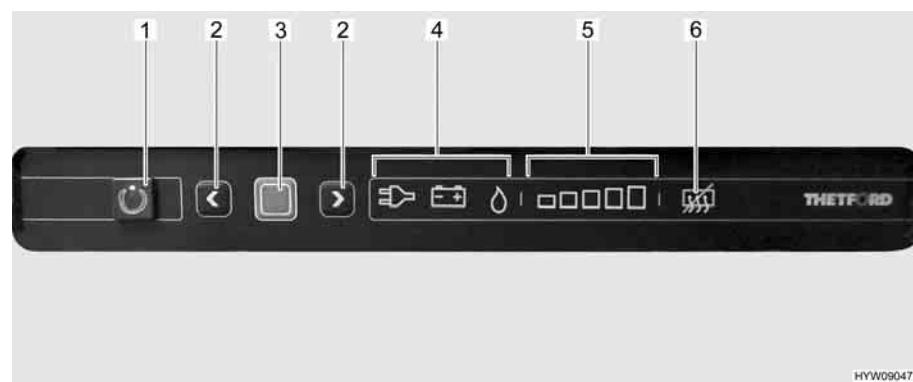

Fig. 143 Elementi di comando del frigorifero
La modalità di funzionamento attuale è indicata da un simbolo luminoso (Fig. 143,4) sulla centralina di controllo.
Dopo l'accensione il frigorifero seleziona automaticamente la regolazione del termostato selezionata per ultimo. Questa impostazione può essere modificata manualmente con i tasti freccia (Fig. 143,2). Le barre luminose dell'indicatore del livello di refrigerazione (Fig. 143,5) visualizzano la temperatura selezionata sul termostato. Con i tasti freccia viene regolata la temperatura di refrigerazione per tutti i tre tipi di energia. Ci vogliono alcune ore prima che il frigorifero raggiunga la temperatura normale di esercizio. Cambiando la modalità di funzionamento la regolazione del termostato non viene modificata. La temperatura di refrigerazione è indipendente dal tipo di energia utilizzata.
- Premere il tasto On/Off (Fig. 143,1) per 1 secondo. Il tasto (Fig. 143,1) si illumina di verde. Dopo circa 10 secondi, l'indicatore viene attenuato per risparmiare energia.
- Premere il tasto di conferma (Fig. 143,3). L'impostazione attuale della modalità di funzionamento viene visualizzata.
- Se non è impostata la modalità di funzionamento a gas: Per modificare l'impostazione, premere il tasto di conferma (Fig. 143,3) per circa 2 secondi.
- Selezionare la modalità di funzionamento a gas con i tasti freccia (Fig. 143,2). L'alimentazione del gas è ora aperta. L'accensione avviene automaticamente. È udibile un ticchettio fino a quando procedura di accensione non è stata portata a termine.
- Premere il tasto di conferma (Fig. 143,3) per circa 2 secondi.
- Premere nuovamente il tasto di conferma (Fig. 143,3). Il livello di refrigerazione attuale viene indicato dalle barre luminose (Fig. 143,5).
- Per modificare l'impostazione, premere i tasti freccia (Fig. 143,2) fino a visualizzare l'impostazione desiderata.
- Premere il tasto On/Off (Fig. 143,1) per circa 2 secondi. Tutte le spie si spengono. Il frigorifero è spento.
- Se non è impostata la modalità di funzionamento 230 V: Per modificare l'impostazione, premere il tasto di conferma (Fig. 143,3) per circa 2 secondi.
- Selezionare la modalità di funzionamento 230 V con i tasti freccia (Fig. 143,2).
- Se non è impostata la modalità di funzionamento 12 V: Per modificare l'impostazione, premere il tasto di conferma (Fig. 143,3) per circa 2 secondi.
- Selezionare la modalità di funzionamento 12 V con i tasti freccia (Fig. 143,2).
**Spegnimento:** ■ Premere contemporaneamente entrambi i tasti freccia (Fig. 143,2) e tenerli premuti per 2 secondi. Il simbolo di disattivazione della funzione anti-condensa (Fig. 143,6) si illumina.
**Accensione:** ■ Premere di nuovo contemporaneamente entrambi i tasti freccia (Fig. 143,2) e tenerli premuti per 2 secondi. Il simbolo di disattivazione della funzione anti-condensa (Fig. 143,6) si spegne.